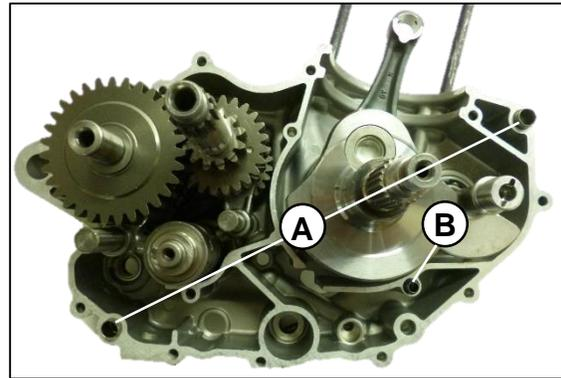

Fig. 03
Remueva las guías (A), remueva el oring y su guía (B), siempre que se desarme el motor debe remplazarse por uno nuevo. (Medida oring \varnothing 11mm Calibre 1.9mm). **Fig. 03**